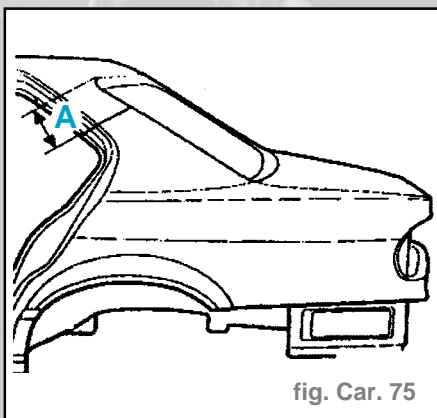

fig. Car. 75
- Tracer la ligne de coupe au niveau du pied arrière et la découper (fig. Car. 75)